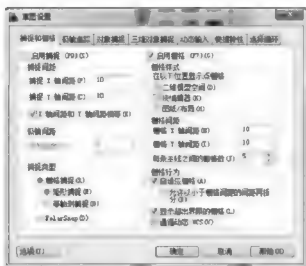

图 2-63
**步骤 1:** 执行 **工具(T)** → **绘图设置(P)...** 命令（或在工具栏中的“栅格显示”按钮上单击鼠标右键，在弹出的快捷菜单中执行 **设置(S)...** 命令），弹出【草图设置】对话框，如图 2-63 所示。